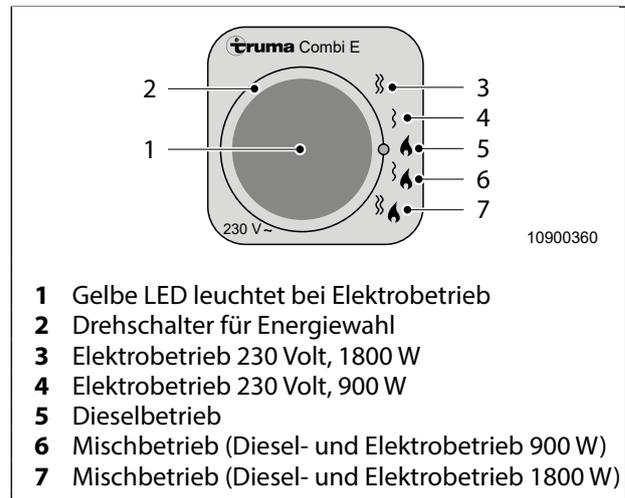

Abb. 59 Energiewahlschalter CP E Classic
1. Drehschalter (Abb. 59, Pos. 2) in Stellung 3 (1800 W) oder 4 (900 W) drehen. Die gelbe LED (Abb. 59, Pos. 1) signalisiert den Elektrobetrieb mit 230 V.
1. Drehschalter (Abb. 59, Pos. 2) in Stellung 5 drehen.
1. Drehschalter (Abb. 59, Pos. 2) in Stellung 6 oder 7 drehen.